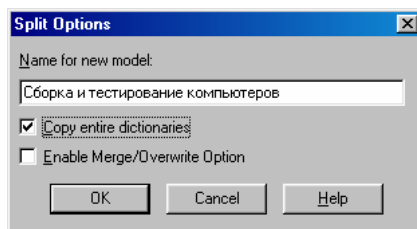

Рис. 75. Диалоговое окно **Split Option**
2. В диалоге **Split Option** (опции разделения) внесите имя новой модели "Сборка и тестирование компьютеров", установите опции, как на рис., и щелкните по кнопке **OK** (рис. 75).